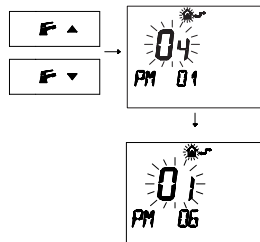

Fig. 2.20
- 5 Нажать кнопки и для отображения программирования “PM 06” Вид газового топлива второй уровень Fig. 2.20.